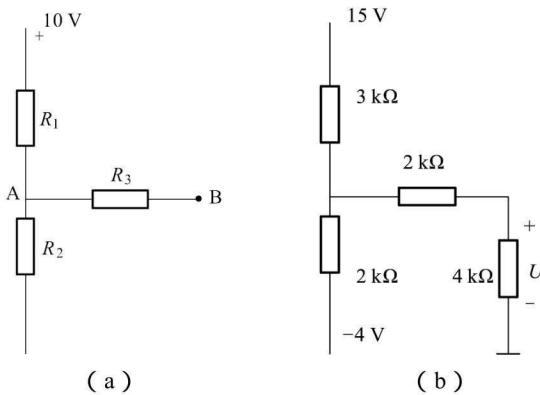

图 1.11 例 1-1 电路图
**例 1-1** 已知图 1.11 (a) 中  $R_1 = R_3 = 2 \Omega$ ,  $R_2 = 4 \Omega$ , 求  $U_B$ 。